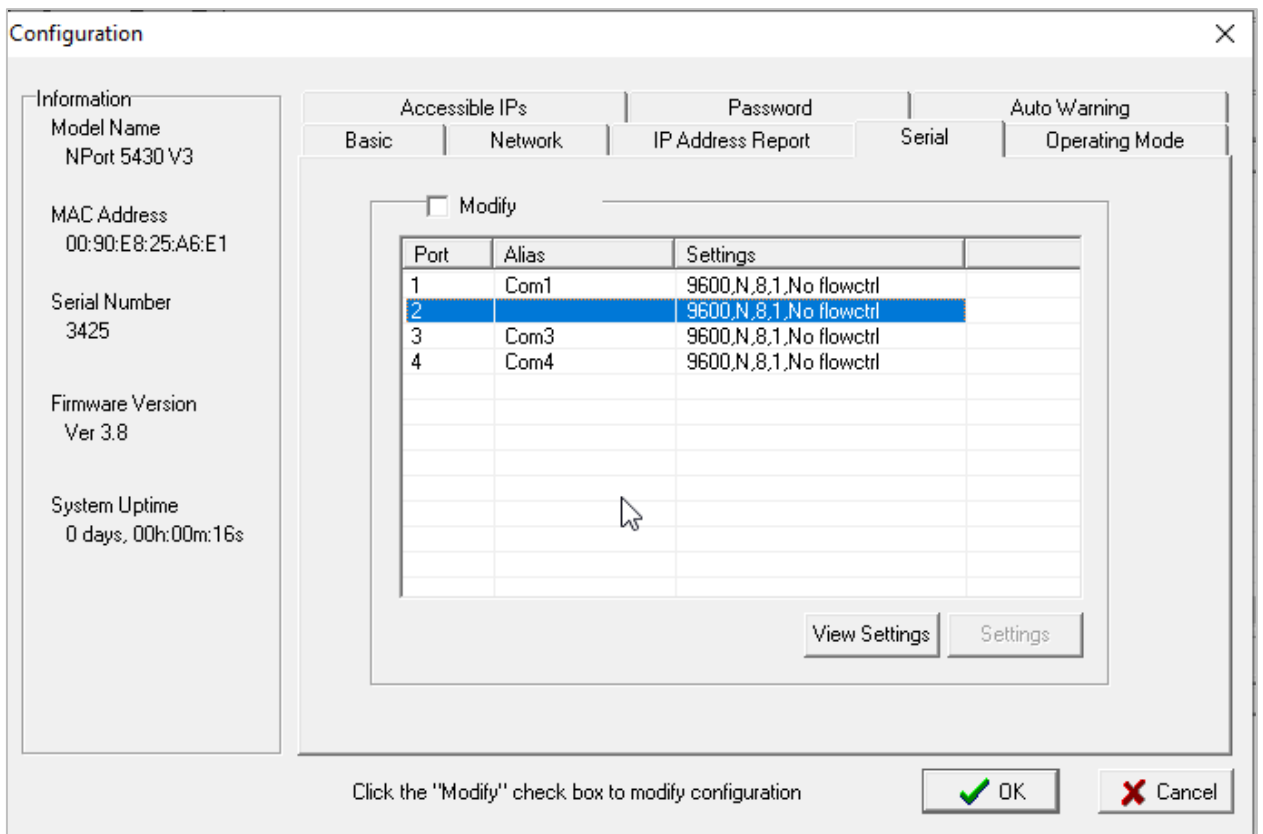

Рисунок 4.5.4 – Настройки COM-портов Мохы NPort
8. Удалите компонент **OwenMoxaRealCom** из проекта. Добавьте в проект компоненты **Modbus COM** с номерами виртуальных COM-портов и настройками, соответствующими рис. 4.5.4, или работайте с этими портами другим удобным вам способом (например, с помощью библиотеки **OwenCommunication**).